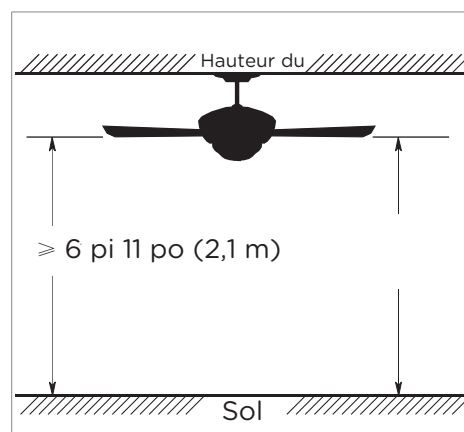

Fig. 3
- Choisissez un endroit où il y a un dégagement de plafond suffisamment élevé d'au moins 6 pi 11 po (2,1 m) entre le plancher et les lames (Fig. 3).